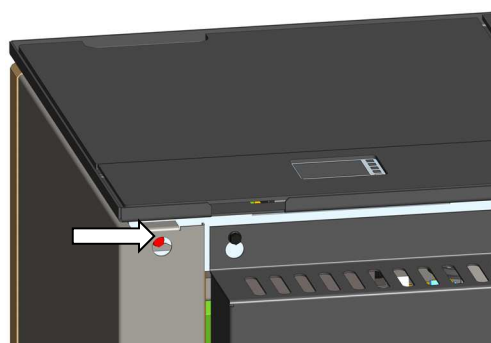

Abb. 20: Sicherungsschraube Seitenverkleidung
2. Die Schraube auf der Rückseite des Gerätes lösen (Abb. 20).